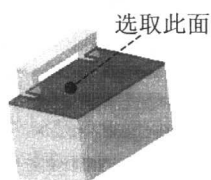
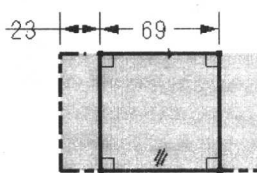

图 1.11 选取草绘平面
图 1.12 剖面草图
(2) 定义拉伸剖面。单击“拉伸”对话框(三)中的“草图剖面”按钮, 选取图 1.11 所示的模型表面为草绘平面, 绘制图 1.12 所示的剖面草图作为拉伸剖面;
(3) 定义拉伸方向。单击“拉伸”对话框(三)中的按钮, 使当前默认的拉伸方向相反(沿 YC 轴的正方向)。
(4) 确定拉伸起始值和结束值。在“拉伸”对话框中的起始文本框中输入值 0, 在结束文本框中输入值 8。
(5) 进行布尔操作。单击按钮下的子按钮(系统已默认布尔求差对象)。
(6) 单击“拉伸”对话框中的确定按钮, 完成拉伸特征 3 的创作。